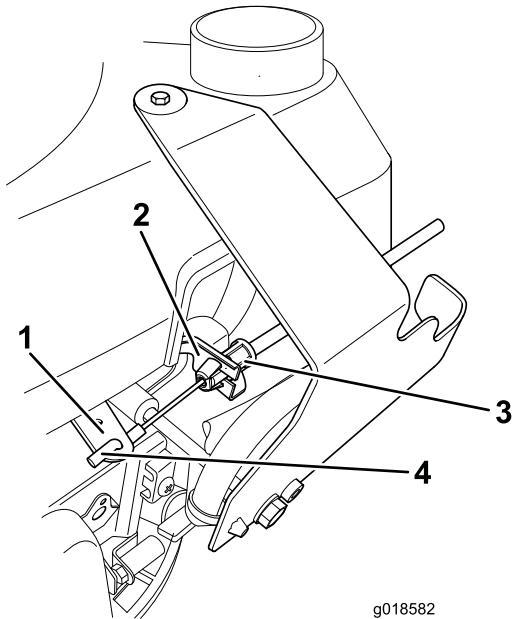

Bild 2
- Haken Sie das Ende in den Griff, ziehen Sie den Bremsbowdenzug straff und schieben ihn in die Halterung (Bild 2).
- Verlegen Sie das Motorunterbrechnungskabel (Bild 2) durch die Gasbedienung und nach oben zum Schaltbügelarm.